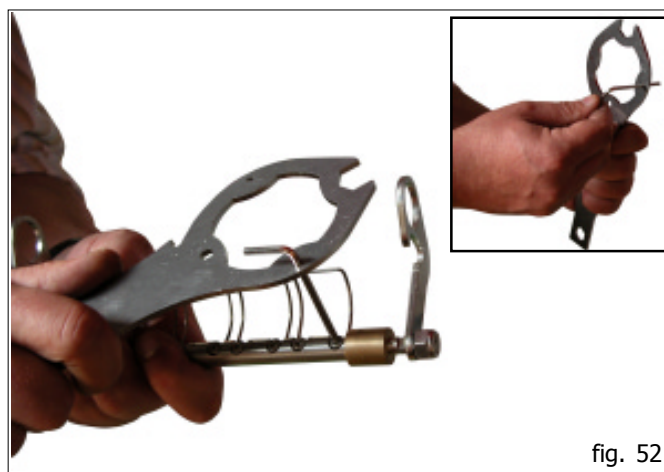

fig. 50
- 3) Allentare i dadi M8 (B e C, Fig. 50) con la chiave multiuso in dotazione.